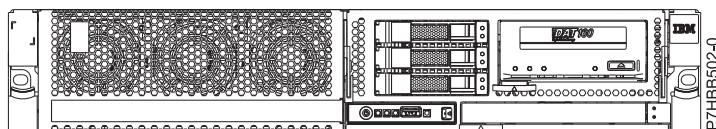
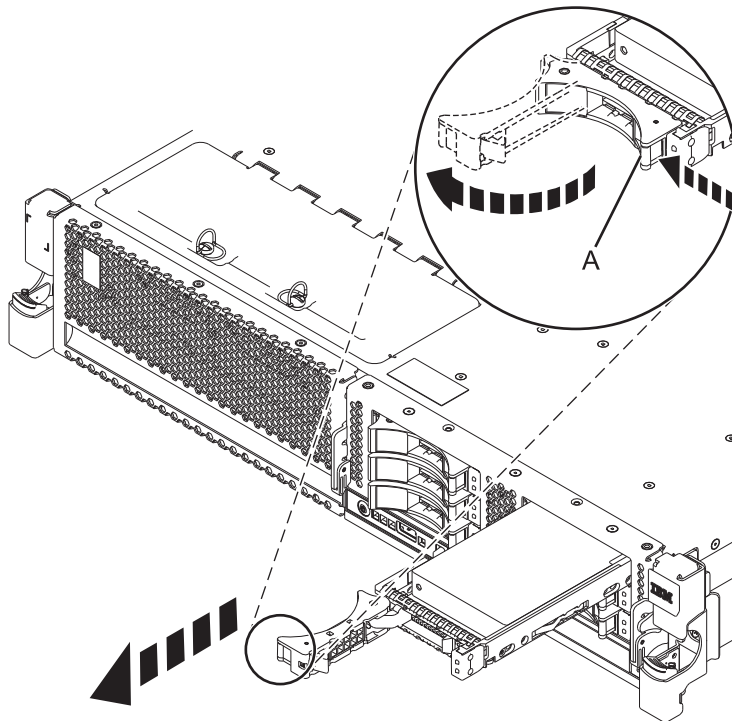

図 2. 磁気テープ付きディスク・ドライブ・バックプレーン
図 3. バックプレーンからのディスク・ドライブの取り外し
- 1) ディスク・ドライブ・ハンドル (A) をロック解除して、手前に引き、ディスク・ドライブを外します。
- 2) ディスク・ドライブの下に片手を添えて、図 3 に示すようにドライブをシステムから注意深く引き出します。
11. ラッチ (A) を押し込んでから引き、メディア・デバイスをシステムからスライドさせて取り外します。 ご使用のシステムの構成に応じて、図 2 または図 3 を参照してください。